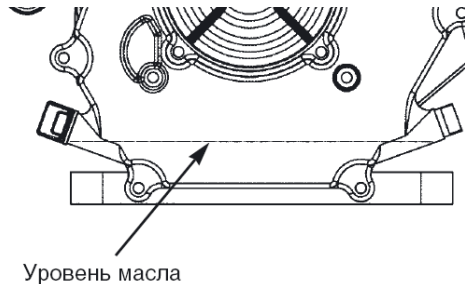

Рис. 6.
9.2.2. Залить в горловину масло до нижнего края заливного отверстия (рис. 6), генератор должен быть расположен строго горизонтально. Проверить уровень масла в соответствии с п. 9.2.1.
9.5.3. Залить масло в горловину, удалив щуп поз. 20 (рис. 1), см. также рис. 6, до нижнего края заливного отверстия (рис. 6). Проверить уровень в соответствии с п. 9.2.